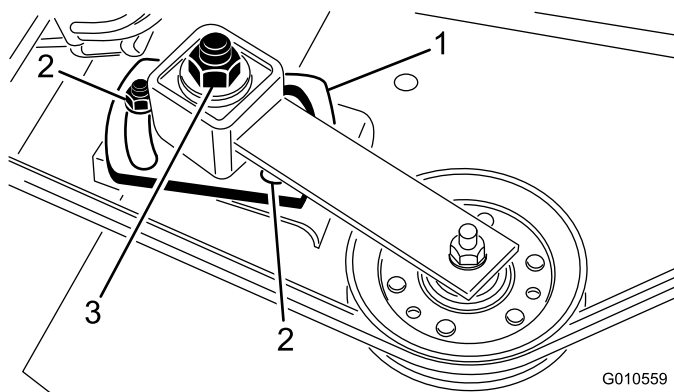

Figure 28
- Desserrez les 2 écrous qui maintiennent la plaque de poulie de tension en place. À l'aide d'une douille et d'une clé dynamométrique, serrez l'écrou de réglage de la poulie de tension à un couple de 24 à 41 Nm (Figure 28).